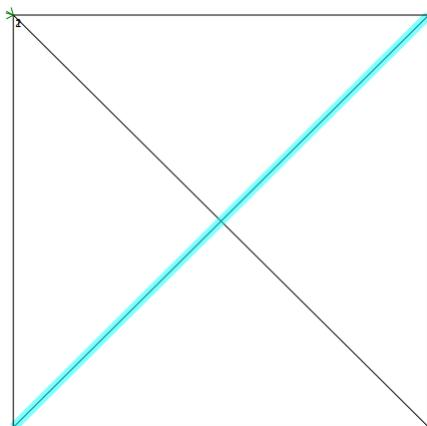

图 5.3.3c 操作模式选择
②选择操作模式，勾选整体或者头尾，选择需要旋转的部分。勾选整体后，需再次点击整体按键来取消勾选，此后才能选择头尾模式。在选择头尾的模式下，需输入头尾的长度(输入数值 20 为例)。如下图 5.3.3c 所示。